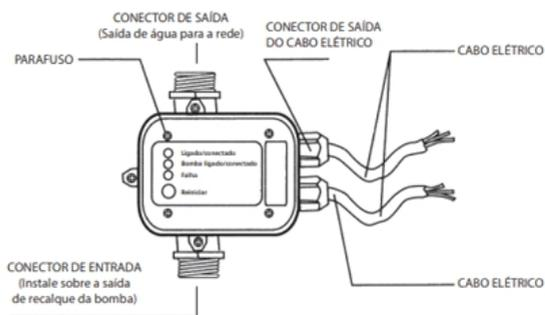

Fig.02
7) Certifique-se de que a tensão (voltagem) principal corresponda às especificações do produto. Ligue a bomba ao Ecosmart e ligue esta unidade à tomada principal usando os cabos elétrico (fig.02, página 3).